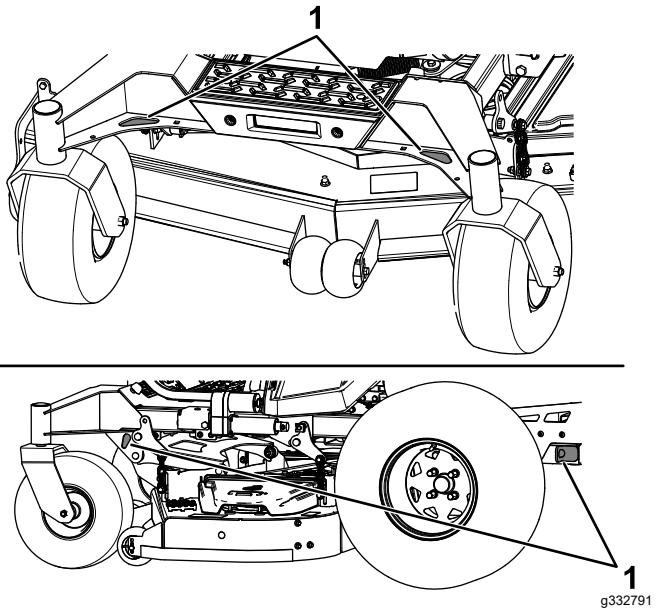

Figure 42
6. Arrimez la machine près des roues pivotantes avant et du cadre arrière à l'aide de sangles, chaînes, câbles ou cordes (Figure 42). Reportez-vous à la réglementation locale concernant les exigences en matière d'arrimage.